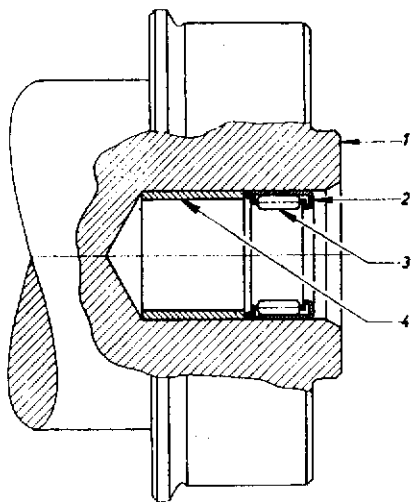

Fig. 10. — Roulement (à aiguilles) pilote d'embrayage
• En réparation, si la cote d'alésage ne dépasse pas la cote standard d'un mm, le coussinet pilote d'embrayage est remplacé par une entretoise et une douille à aiguilles (fig. 10).